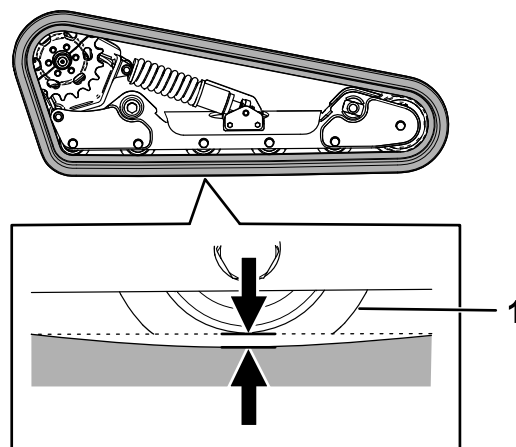

Figura 56
Sollevate/supportate 1 lato della macchina e, utilizzando il peso del cingolo, verificate che la distanza tra la parte inferiore del bordo della ruota non motrice e il cingolo sia pari a 13 mm, come illustrato nella Figura 56. In caso contrario, regolate la tensione dei cingoli eseguendo la procedura di seguito riportata.
- Utilizzando un cricchetto di trasmissione da $\frac{1}{2}$ ", ruotate la vite di tensione fino a quando la flessione del cingolo non è pari a 13 mm, come illustrato nella Figura 56.
- Verificate che la flessione del cingolo sia pari a 13 mm, come illustrato nella Figura 56. All'occorrenza regolate.
20. Utilizzando un cricchetto di trasmissione da 1/2", ruotate la vite di tensione in senso antiorario fino a quando la flessione del cingolo non è pari a 12,7 mm, come illustrato nella Figura 56.
25. Verificate che la flessione del cingolo sia pari a 12,7 mm, come illustrato nella Figura 56.